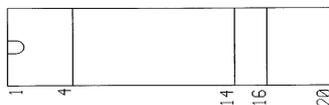

Рис.1 Схема установки микросхем в ZIF-панель
- Установить микросхему в розетку программатора (все микросхемы выравниваются в колодке программатора на первую ножку) (см. рис.1).